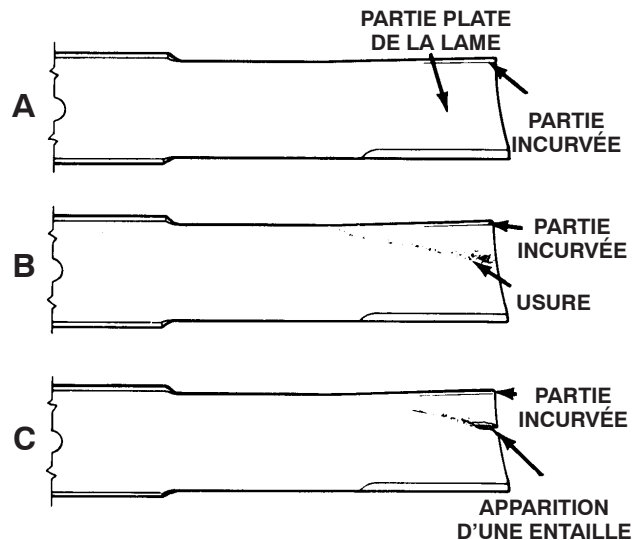

Figure 85
2. Examinez attentivement les tranchants de la lame, particulièrement au point de rencontre des parties plane et incurvée (Fig. 85-A). Le sable et les matières abrasives peuvent éroder le métal à cet endroit, c'est pourquoi il est important de contrôler l'état de la lame avant d'utiliser la tondeuse. Remplacez la lame si elle est usée (Fig. 85-B).
Si la lame est trop usée, une entaille se forme entre la partie incurvée et la partie plane (Fig. 85-C). La lame risque alors de se briser et un morceau peut alors être projeté du dessous de la machine, vous blessant gravement, vous ou une personne à proximité.